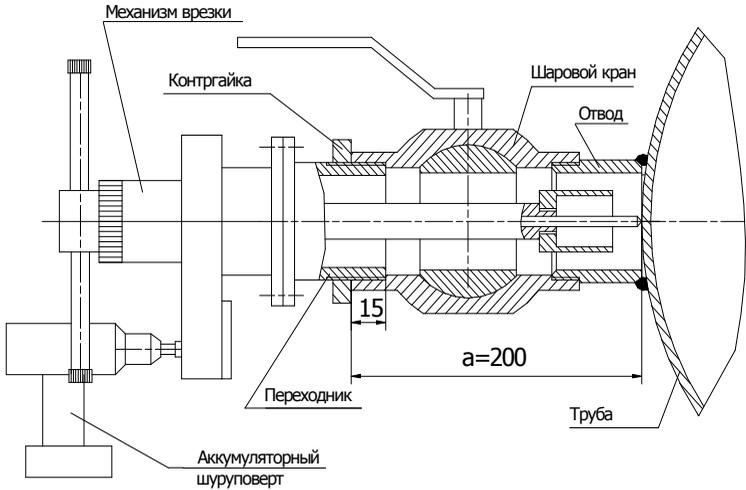

Рис.4
7.2. Предварительно к магистральному трубопроводу приварите отвод с резьбой под соответствующий шаровой кран. Желательно предварительно накернить трубопровод в месте его сверления для надежного центрирования сверла. На отводе надежно закрепите шаровой кран и полностью откройте его (рис. 4).
7.3 Механизм крепится переходником с гайкой к свободному концу шарового крана. Механизм выставить на размер «а»=200мм (рис.4).